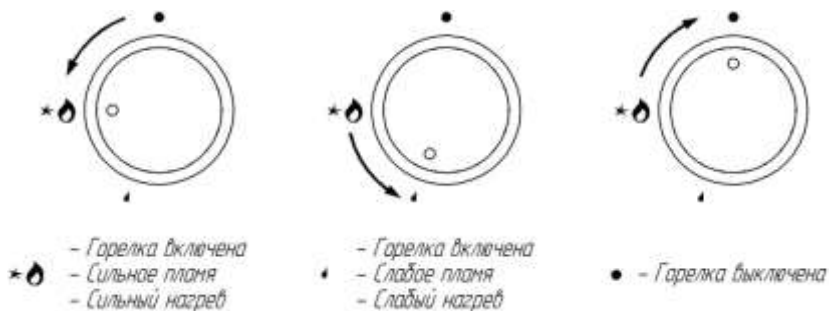

Рис. 8. Регулирование пламени.
- нажмите ручку крана соответствующей газовой горелки до упора, поверните её против хода часовой стрелки до совмещения знака максимального пламени с меткой на панели управления, при этом срабатывает автоматический электророзжиг (Рис. 8);
Регулирование интенсивности горения производится дальнейшим поворотом ручки против хода часовой стрелки до совмещения с меткой малого пламени на панели управления и обратно (Рис. 8).
Чтобы горелку выключить, необходимо ручку включения горелки повернуть до упора по ходу часовой стрелки (Рис. 8).